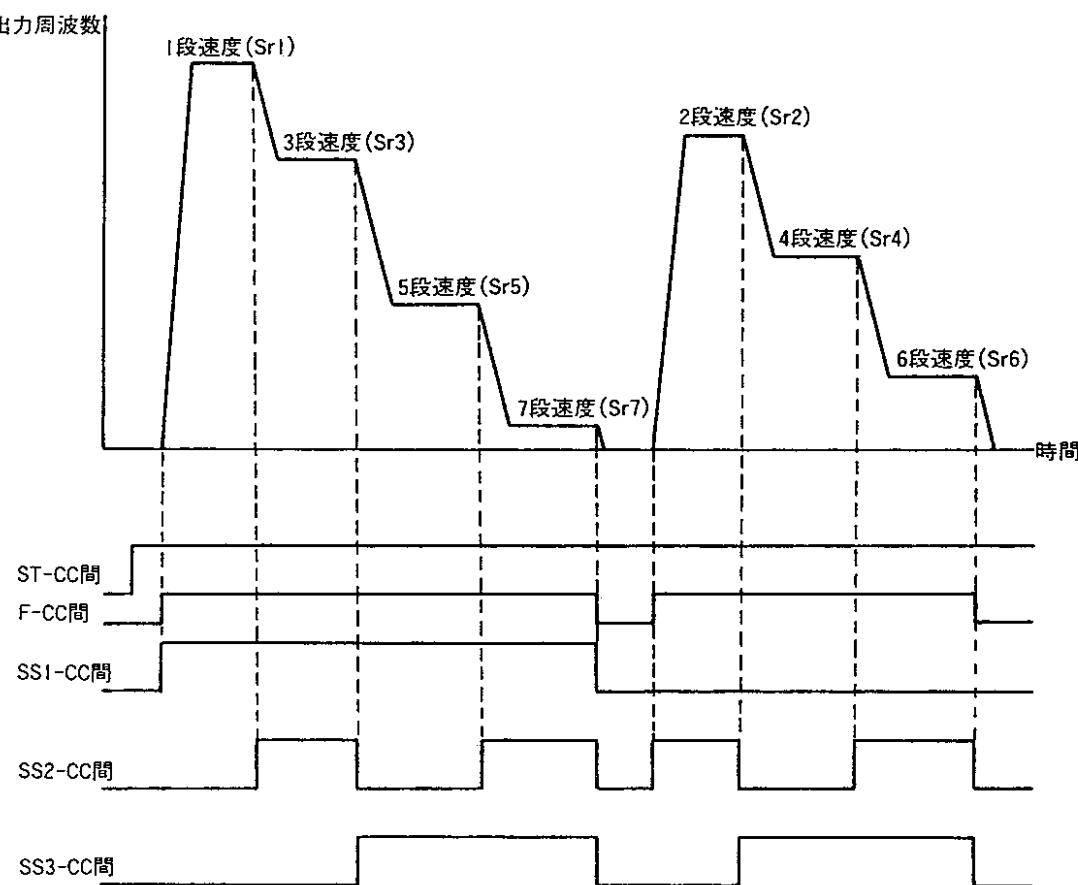

図3-21 多段速運転例（7段速）
- 1) 図3-21に示すように、制御回路端子台のSS1、SS2、SS3-CC間に「SS1、SS2、SS3用スイッチ」を接続します。
5) 多段速度運転例を図3-21に示します。